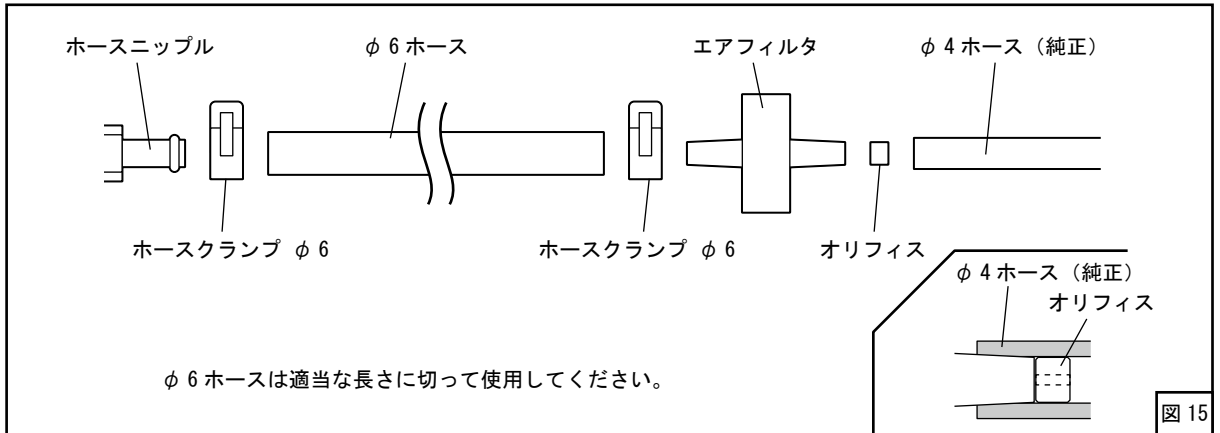
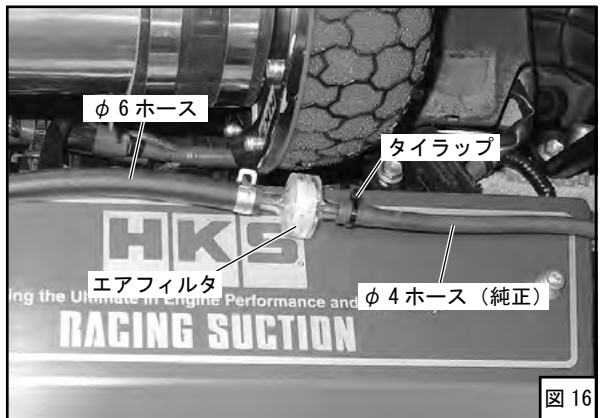

図 15
図 16
- (12) [1. - (3)] で取外した  $\phi 4$  ホースへオリフィスを挿入したのちにエアフィルタを接続し、タイラップで固定してください。(図 15、図 16)
- (13) エアフィルタとサクションパイプのホースニップル  $\phi 6$  を  $\phi 6$  ホースで接続してください。(図 15、図 17)